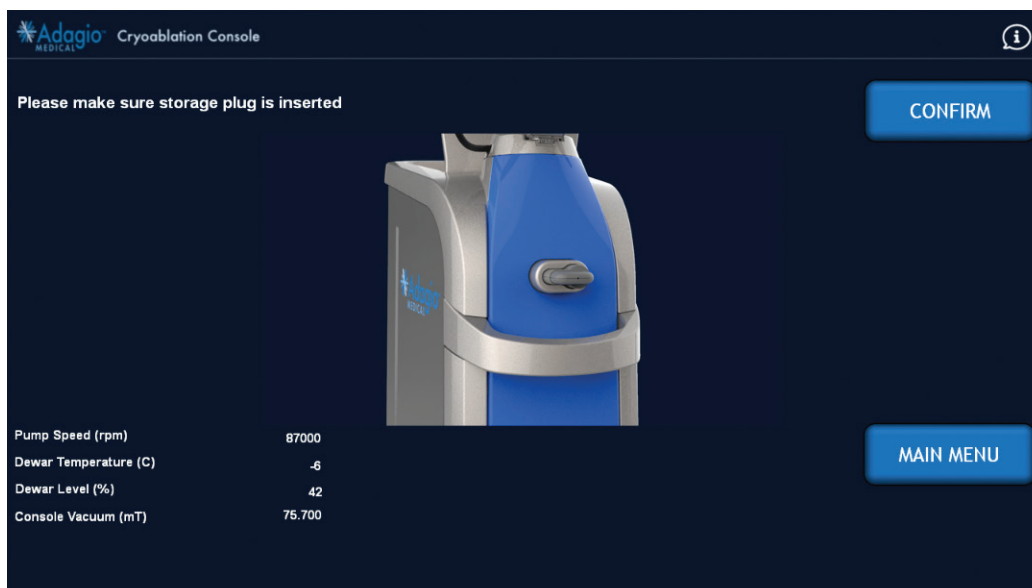

Figure 13 – Écran de mise en place du bouchon
1. À partir du menu principal (Figure 9), sélectionner « Prepare Console » (Préparer la console). Le bouchon doit alors être mis en place (Figure 13). Appuyer sur « CONFIRM » (CONFIRMER) une fois le bouchon en place.